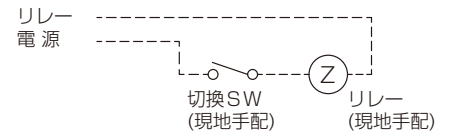

図 9
2) 図 9 のように切換 SW、リレーを設けてください。(現地手配)